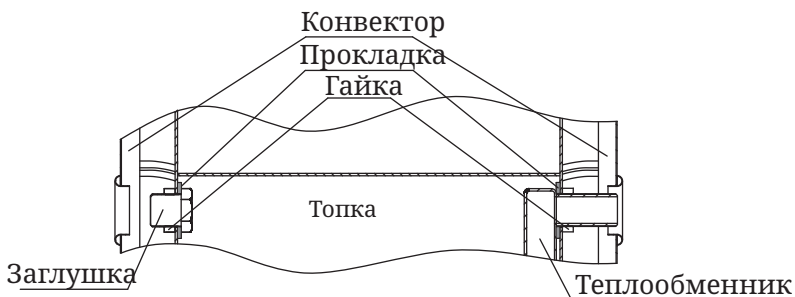

Рисунок 14. Демонтаж теплообменника
3. Снять теплообменник (рисунок 14), отвернув гайки 2 шт. и вынув его из отверстий, прокладки остаются на штуцерах;